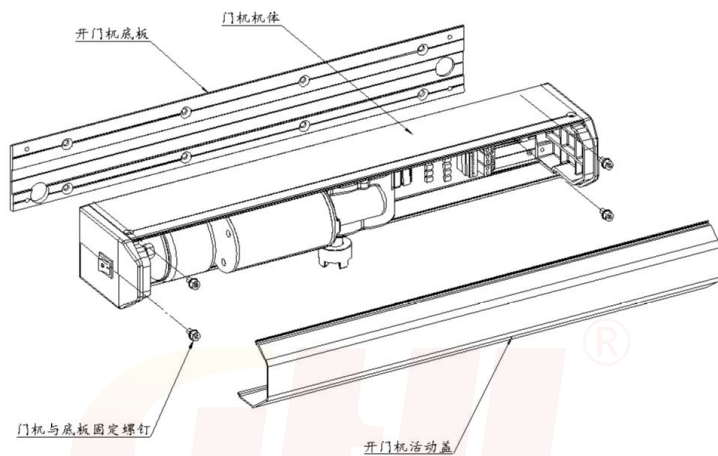

图 3-1
1. 拆开包装将开门机取出来，检查有无受损。检查完毕将开门机上活动盖通过按压的方式取掉（因为是新机器活动盖与外壳配合紧，间隙小按压拆掉有点费力属正常现象），用内六角螺钉将里面固定整机和底板的螺钉取掉。见图 3-1